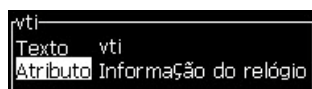

Figura 5-25: Opção informação do relógio
- 3 Pressione a tecla *Enter* para abrir a caixa de diálogo de configuração para campos de usuário de texto (veja Figura 5-25).